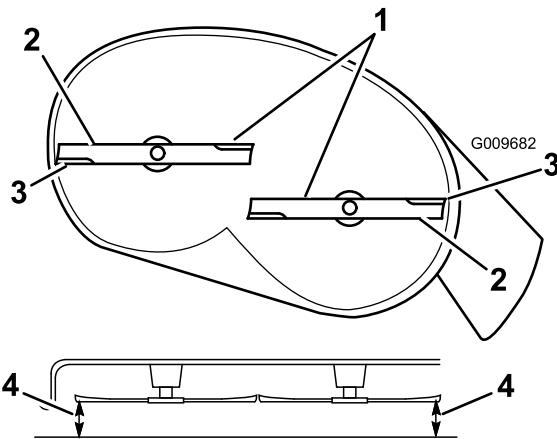
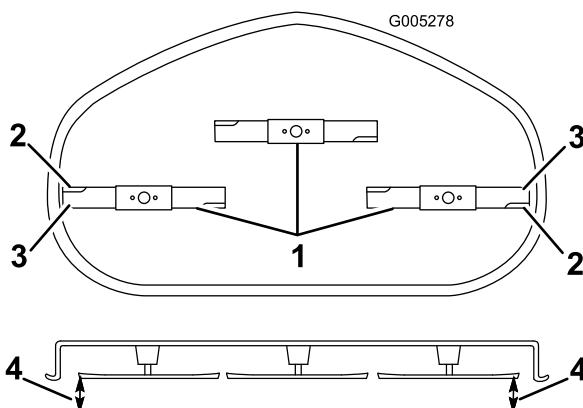

Figura 60
Figura 61
5. Meça entre as extremidades de corte exteriores e a superfície plana (Figura 60 e Figura 61).